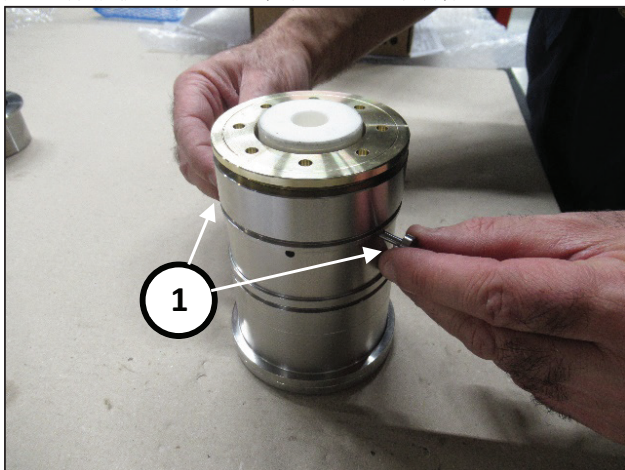
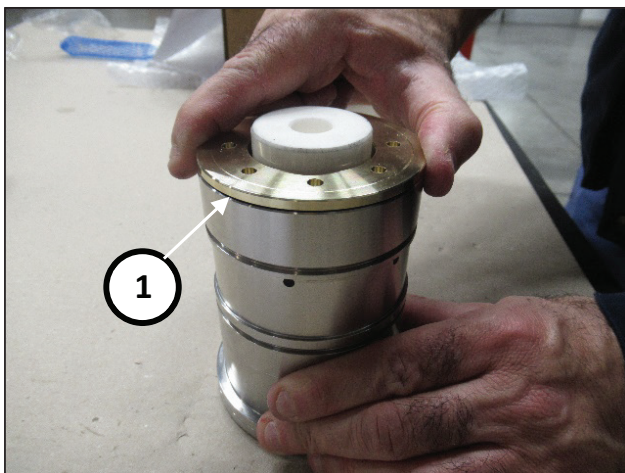

图 188
图 189
拆下代码为27945400的工具的销钉（位置①，图 188）并完成密封圈底座（位置①，图 189）的拧紧。